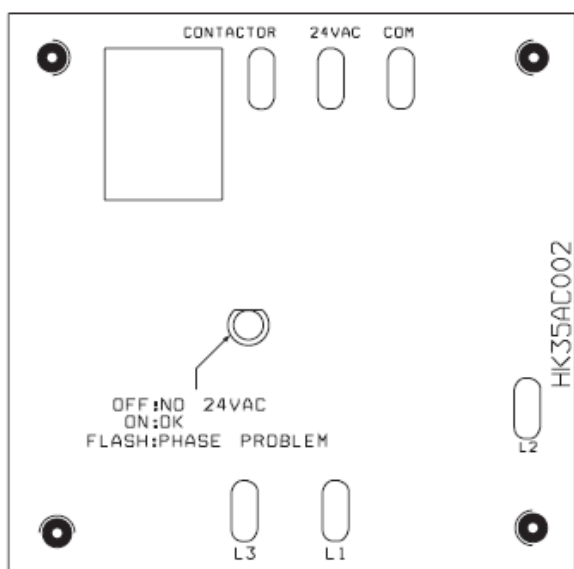

Рис. 5 Монитор фаз
Проведите цепи управления на 24В через крепежную изолирующую втулку и присоедините их к клеммам (См. Рис. 5).
- Мерцающий сигнал светодиода **монитора фаз** указывает на обратное направление вращения (См. Рис. 5 и Табл. 2).
Подайте питание на наружный и внутренний агрегаты. Трансформатор находится под напряжением. В режиме охлаждения термостат замыкает цепи R-Y и R-G. В трехфазных моделях со спиральными компрессорами агрегаты имеют мониторы фаз для определения правильного подключения фазовых проводов компрессора. (См. Рис. 5 и Табл. 2). При надлежащем подключении фазовых проводов цепь R-Y подает ток на контактор, запуская двигатель наружного вентилятора и цепь компрессора. Цепь R-G подает ток на реле вентилятора внутреннего агрегата, запуская двигатель вентилятора на высокой скорости.